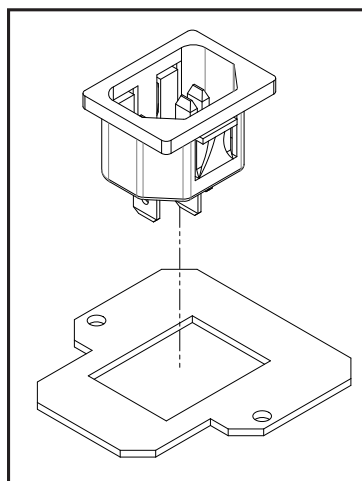

Figure 86: Plaque d'adaptation électrique
3. Enfoncez la prise IEC dans la plaque adaptatrice (incluse dans le sac du manuel). Faire référence à Figure 86 pour une bonne géométrie et orientation. **Assurez-vous que les tenons sont complètement en place pour que la fiche ne s'engage pas complètement.**